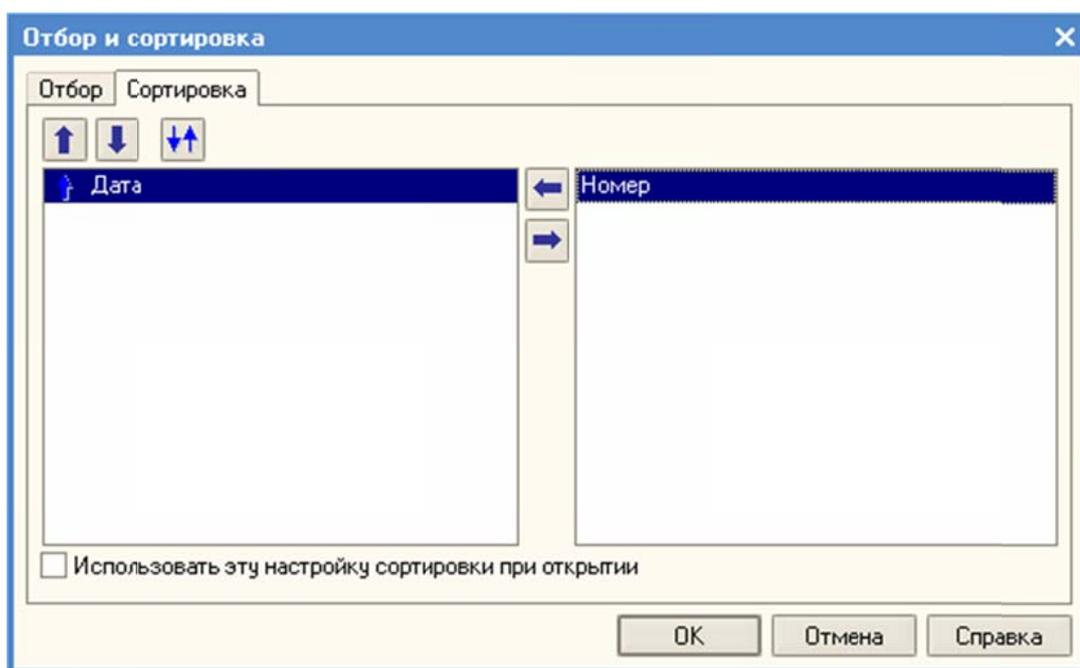

Рисунок 224 – Сортировка данных
2. Открыть диалоговое окно отбора и сортировки (Рисунок 224).
3. Перейти на закладку «Сортировка» и выбрать поля, по которым будет проведена сортировка (Рисунок 224).